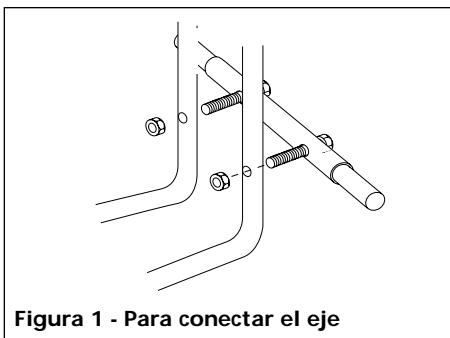

Figura 1 - Para conectar el eje
2. Coloque la bomba boca arriba y sostengala con firmeza. Conecte el eje a las patas de la carretilla con los pernos que vienen instalados. Asegure cada perno con una tuerca de 6,4 mm (1/4") - 20 . Use la llave de 11,1 mm (7/16") para apretarlos (Vea la Figura 1).